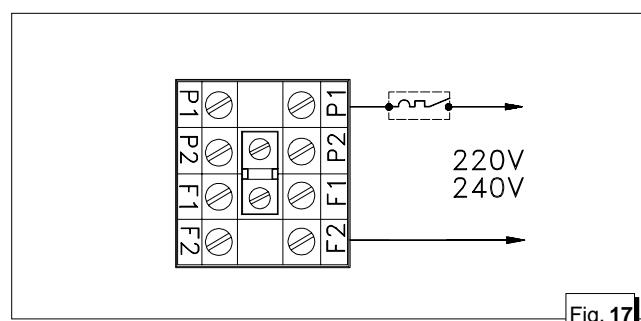

Fig. 17
- 2 - Collegamento in serie : in questa configurazione  possibile prelevare potenza a tensione 220(240) V fra i punti P1 e F2, come lo schema di fig. 17.
- 2 - Serial connection; in this configuration it is possible to use a voltage of 220 (240) V between points P₁ and F₂, as shown in the diagram in fig. 17.
- 2 - Liaison en s  rie: dans cette configuration on peut pr  lever la puissance    une tension 220 (240) V entre les points P1 et F2 selon le sch  ma de la figure 17.